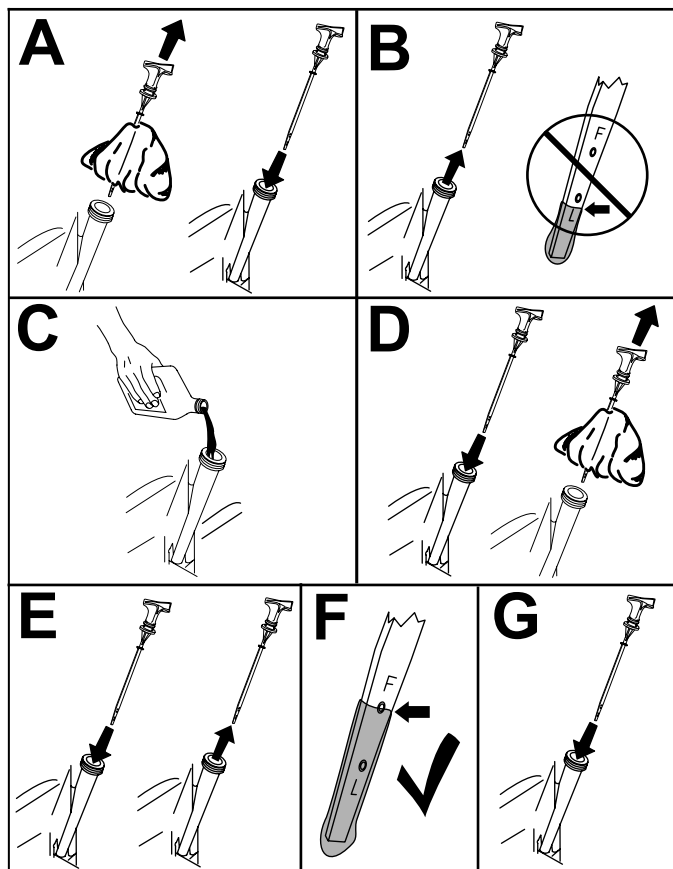

Figura 33
3. Compruebe el nivel de aceite del motor (Figura 33).